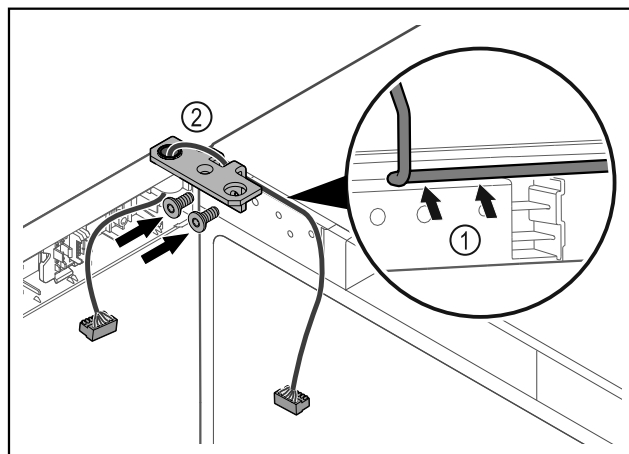

Fig. 43
- ▶ Kaloni kabllon përmes së prerës në profilin e menteshës dhe shtrijeni me kujdes Fig. 43 (1).
- ▶ Mbërtheni vidat e profilin të menteshës Fig. 43 (2).